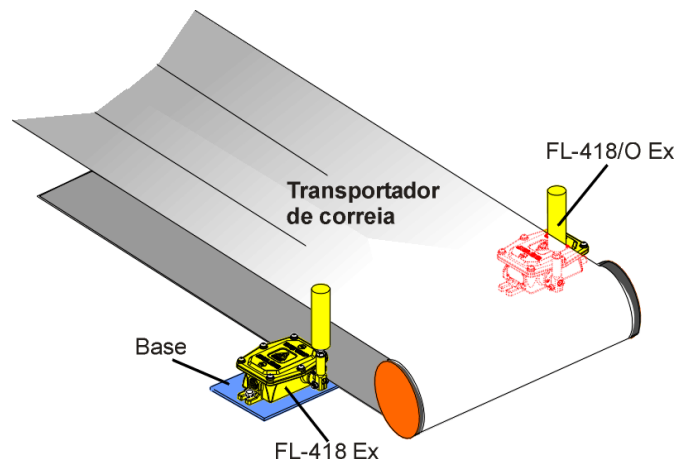
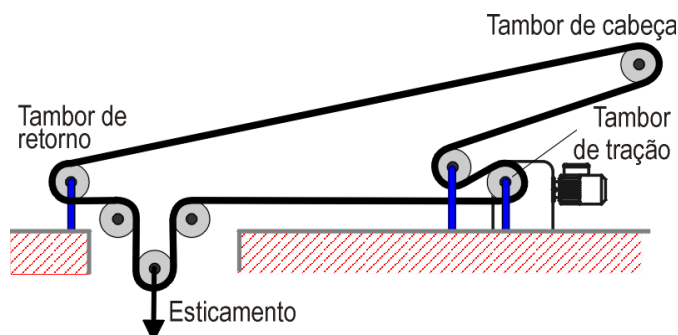

Fig.1 - Exemplo de montagem de FL-418 Ex
Fig.2 - Locais críticos em correias transportadoras
- A chave deve ser montada preferencialmente em uma base usinada, alternativamente, pode ser utilizada uma chapa fina (1/4") como base (fig. 1).
- A chave de desalinhamento padrão tem o rolete localizado à direita. Se for desejada uma montagem simétrica das chaves para perfeito alinhamento dos roletes, pode-se usar pares de chaves padrão com roletes montados no lado oposto (à esquerda - opcional /O) como na fig. 1. Esta combinação tem efeito estético mas sua eficácia na detecção de desalinhamento é exatamente a mesma que se obtém ao usar chaves iguais em lados opostos do transportador de correia.
- Segundo norma NBR 13.862 as chaves detectoras de desalinhamento **FL-418 Ex** devem ser instaladas em ambos os lados da correia (fig. 1) pelo menos nos seguintes pontos (fig. 2):